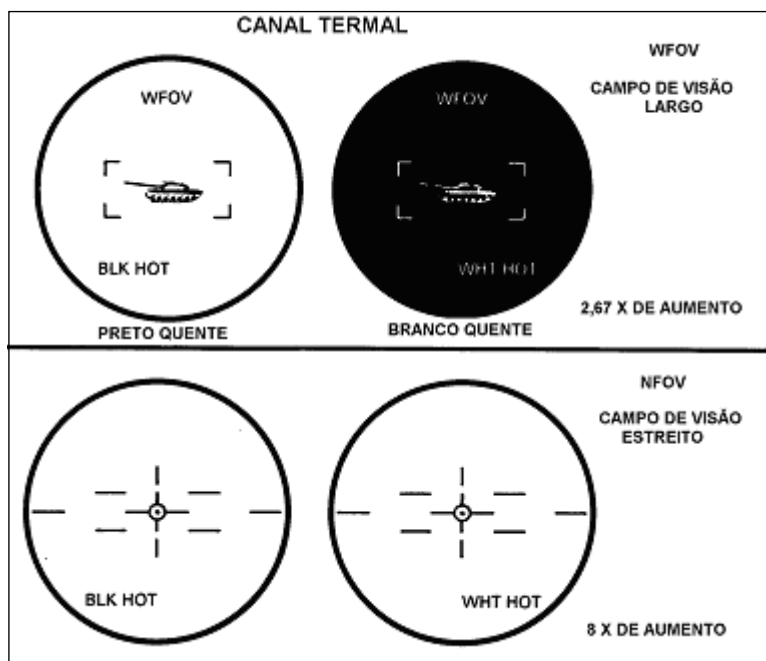

Fig 7-4. Tipos de ajustes do canal termal
e. O canal termal possui um aumento de visão que pode ser regulado para 2,67 vezes (campo de visão largo) ou 8 vezes (campo de visão estreito). No campo de visão estreito, o retículo será visível para o tiro. No campo de visão largo, uma moldura delimita a área que será abrangida no campo estreito após a seleção. (Fig 7-4)
g. O periscópio M35E1AN/VVS-2(V)1A possui material radioativo na sua constituição. O manuseio dos equipamentos assinalados com o símbolo apresentado na Fig 7-4 deverá seguir o que está prescrito no artigo 12-18 do Cap 12- MEDIDAS DE SEGURANÇA do presente manual.